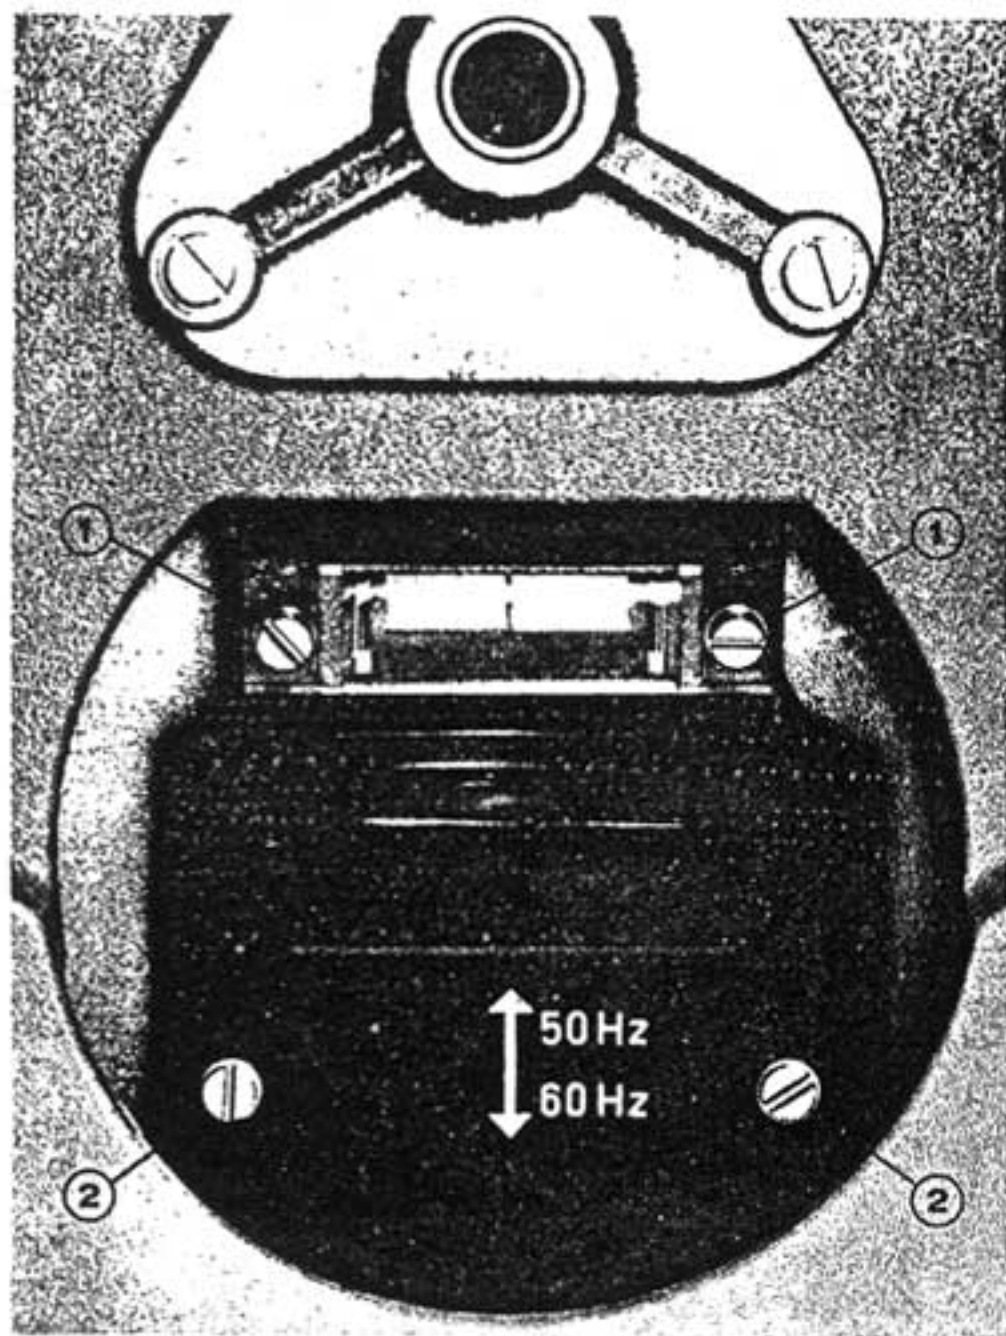

FIG. 3
Beide Plattenteller abnehmen. An der Oberkante der schwarzen Stroboskopplatte ist die Glimmlampe unter einer Zylinderlinse angebracht. Nach Lösen der beiden Schrauben Bild 3, (1) links und rechts neben der Zylinderlinse kann diese und die darunter liegende Glimmlampe mit ihrem Plastikgehäuse abgehoben werden. Danach lassen sich die beiden Kabelschuhe der Zuleitung entfernen.
Remove the inner and outer turntable, the neon bulb is then accessible, located under a cylindrical lens at the upper edge of the black stroboscope plate. After unscrewing both screws Fig. 3, (1) left and right beneath the lens, the lens and the neon bulb in its plastic housing can be removed. Then both lead terminals may be pulled off the neon bulb.
Normally it is not necessary to replace these parts, but the mirror and the lens system may be soiled after a certain time. To clean this system unscrew both screws Fig. 3 (2) and remove the entire neon bulb carrier with the lens system.
Ein Auswechseln dieser Teile dürfte normalerweise unnötig sein. Jedoch können Spiegel und Linsenprisma im Laufe der Zeit verschmutzen. Zur Reinigung entferne man die beiden Schrauben, Bild 3 (2). Dann lässt sich der Glühlampenträger mit dem Linsenprisma abnehmen.